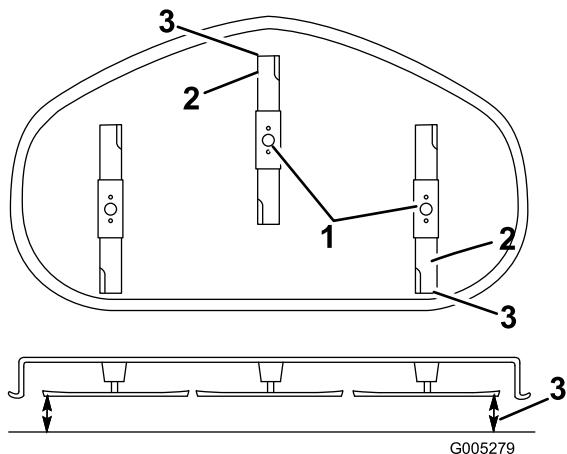

Figura 40
- Ponga la altura de corte en **3** [3 pulg. (76 mm)] y gire con cuidado las cuchillas hasta que estén alineadas hacia adelante y hacia atrás (Figura 40).
- Mida entre la punta de la cuchilla delantera y la superficie plana y entre la punta de la cuchilla trasera y la superficie plana (Figura 40). Si la punta de la cuchilla delantera no está entre 1,6 y 7,9 mm más baja que la punta de la cuchilla trasera, ajuste la contratuerca delantera.
- Compruebe la inclinación longitudinal de nuevo después del ajuste. Siga ajustando la tuerca hasta que la punta de la cuchilla más avanzada esté entre 1,6–7,9 mm (1/16 y 5/16 pulgada) más baja que la punta de la cuchilla más atrasada (Figura 40).